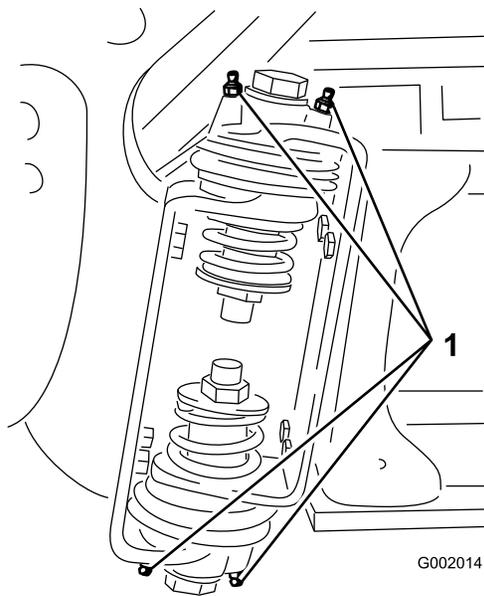

Bild 103
2. Pressen Sie Fett in die Lager oder Büchsen jedes Anschlussstückes Bild 103.